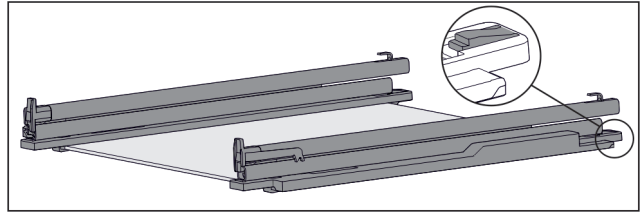

Fig. 149 Стъклена плоча с релси и задържащи части
- ▶ Натиснете надолу задържащата част отзад (виж Fig. 149) и едновременно с това избутайте релсата назад.